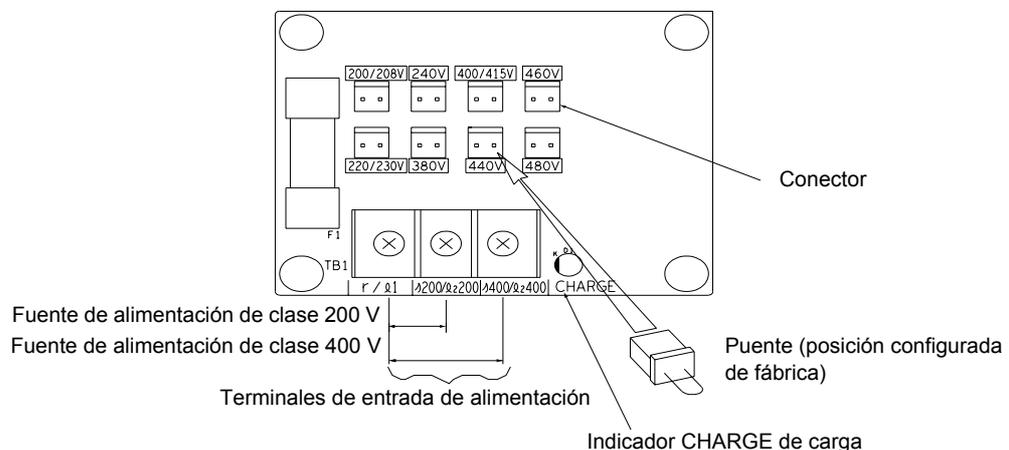

Fig. 4.2 Conexiones de convertidor de gran capacidad
4. Inserte el puente en la posición correspondiente a la tensión suministrada al convertidor (véase la Fig. 4.2).